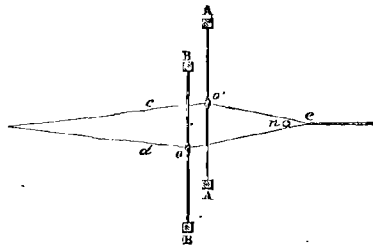

Fig. 24.
3. L'invention de la navette fut un progrès considérable, mais, pour la rendre pratique, il fallut trouver le moyen de lever simultanément la moitié *c* des fils de la chaîne (*fig. 24*) et d'abaisser l'autre moitié *d* d'une quantité égale. On obtint ainsi un canal angulaire *e* au travers duquel la navette pût passer d'un seul jet entraînant son fil derrière elle.